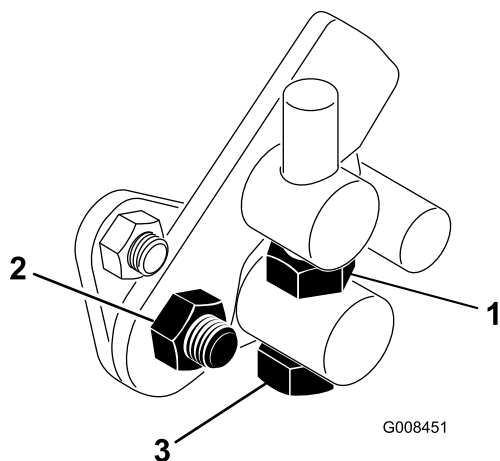

図 44
1. トラニオンボルトのジャムナットをゆるめる 図 44。
4. トラニオンボルトのジャムナット、およびペダルピボットのナットを締め付けて調整を固定する 図 44。調整を確認し、必要に応じて再調整する。
1. ラジエーターのスクリーンを外す 図 44。